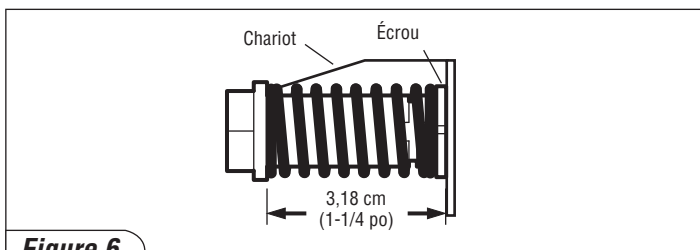

Figure 6
9. Serrer à la main l'écrou du ressort pour régler la tension de la courroie. Placer une clé plate sur l'extrémité carrée de l'écrou du ressort et serrer dans le sens des aiguilles d'une montre pour comprimer le ressort à une longueur de 32 mm (1-1/4 po). Ceci règle le ressort à la tension optimale. La courroie peut glisser de sur le pignon si elle n'est pas suffisamment serrée. Si la courroie glisse, régler la courroie et tourner l'écrou d'un demi-tour supplémentaire pour comprimer le ressort. **NE PAS tendre la courroie en excès** (Figure 6).